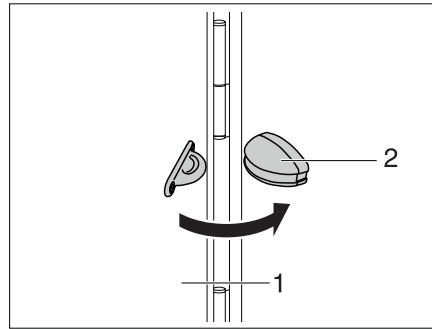

Fig. 54 Fermo sportello esterno
- Aprire lo sportello esterno (Fig. 54,1) e ribaltarlo contro la parete del veicolo.
- Spingere lo sportello esterno nel fermo (Fig. 54,2).
- Sbloccare lo sportello esterno (Fig. 54,1) dal fermo (Fig. 54,2) tirandolo con forza.